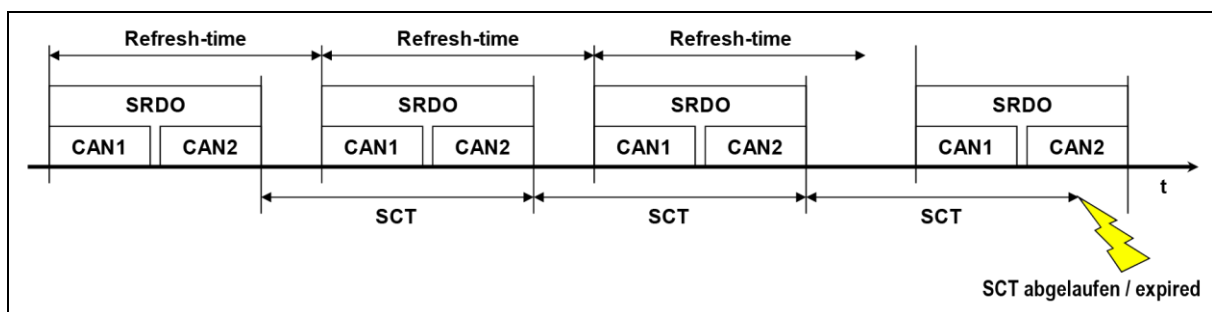

Abbildung 7: Refresh time / SCT
- SRDO's werden zyklisch übertragen, wobei die Zeit zwischen zwei SRDO's durch den Parameter Refresh time/Safeguard Cycle Time (SCT) in den Kommunikationsobjekten 1301h-1303h Subindex 2 bestimmt wird, siehe auch nachfolgende Abbildung 7.